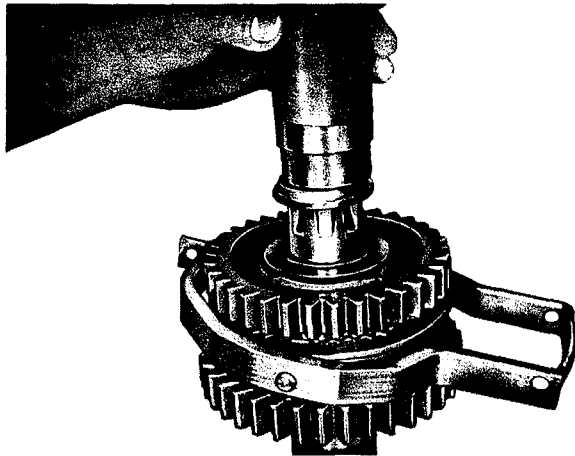

Fig. 30
10. Poser la rondelle de butée (429) sur la roue à denture droite, l'épaule étant orientée vers le haut. Emmancher une bague intérieure du roulement à billes (430) à l'aide de la douille „9" jusqu'à ce qu'elle vienne porter sur la rondelle (fig. 30).